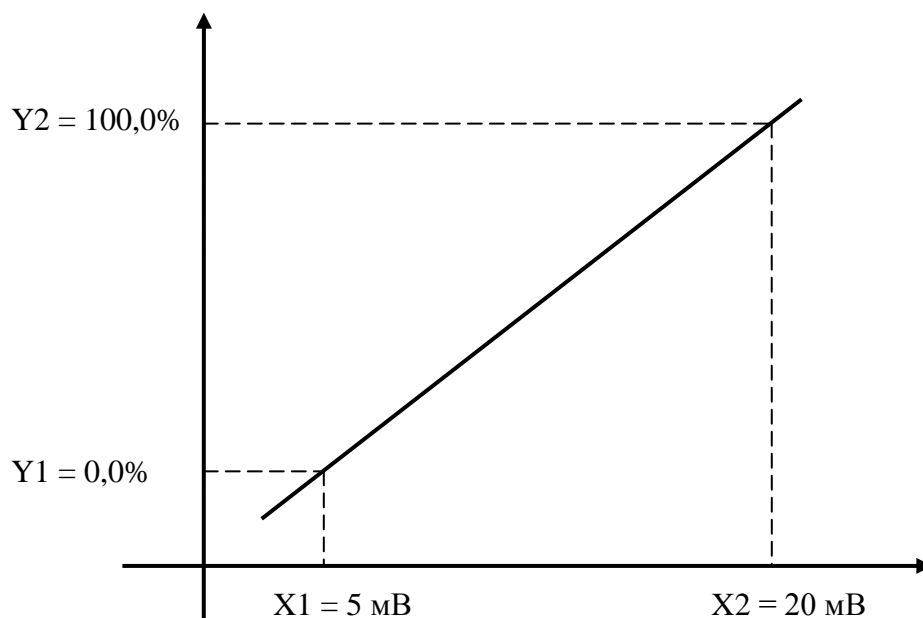

Рисунок 20
*Применение:* подключен датчик измерения влажности с выходным сигналом 5 мВ при влажности равной 0% и 20 мВ при влажности равной 100%. Необходимо настроить параметры X1 = 5, X2 = 20, Y1 = 0, Y2 = 1000, DP = 0.1, U = %. (рис. 20).